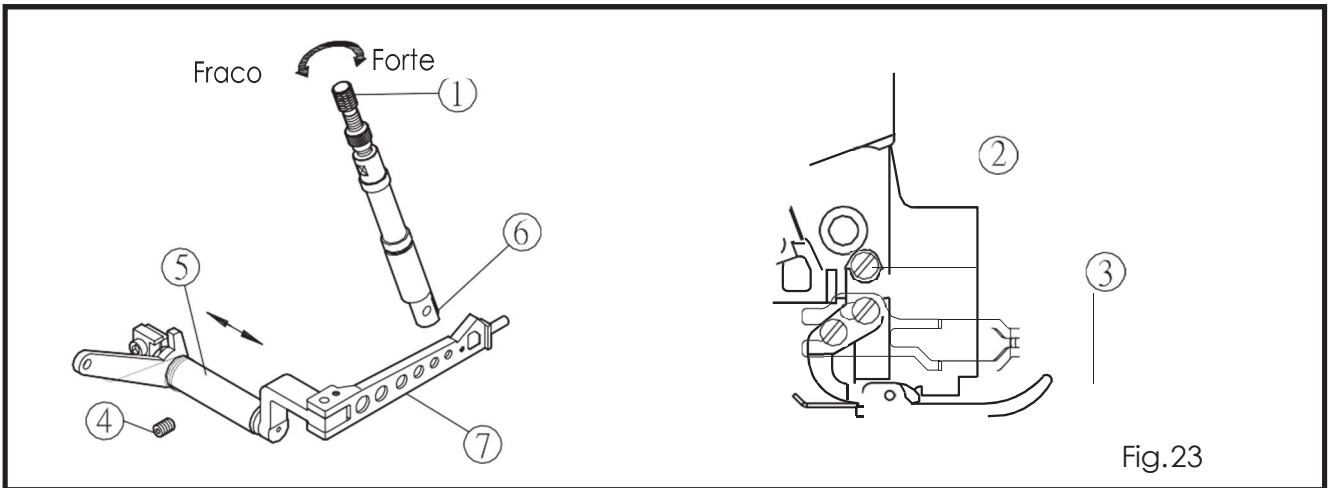

Fig.23
(1) Solte a pressão do calcador ① e o parafuso do calcador ②.
(2) Mova o calcador ③ para alinhar a ranhura da chapa da agulha e a ranhura do calcador. O lado inferior do calcador toca categoricamente na chapa da agulha. Então, aperte o parafuso ②.
(3) Solte o parafuso ④ e mova ⑤ para direita-esquerda para engajar ⑥ com ⑦ e ⑧, podendo mover suavemente. Então aperte o parafuso ④.
(4) Ajuste a pressão apropriada. Gire o parafuso ① no sentido horário para ampliar a pressão. O caminho oposto diminui mais o calcador. (Fig.23)